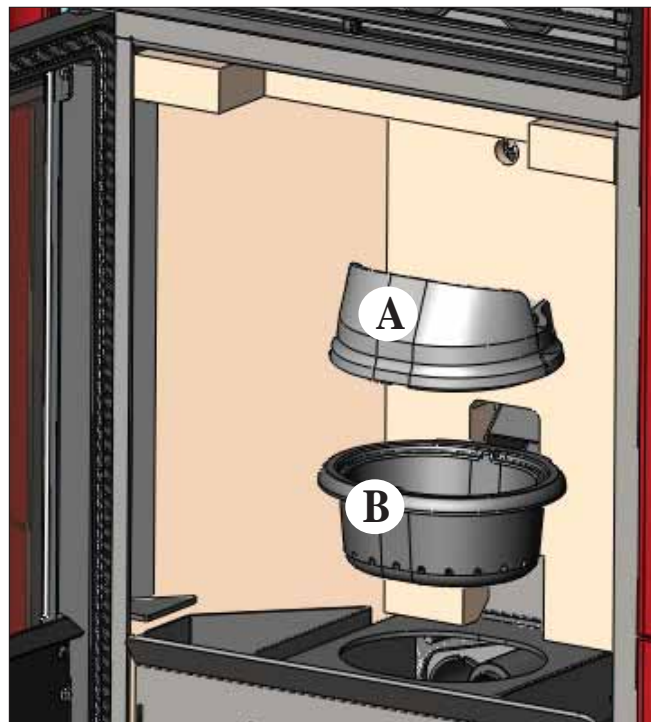
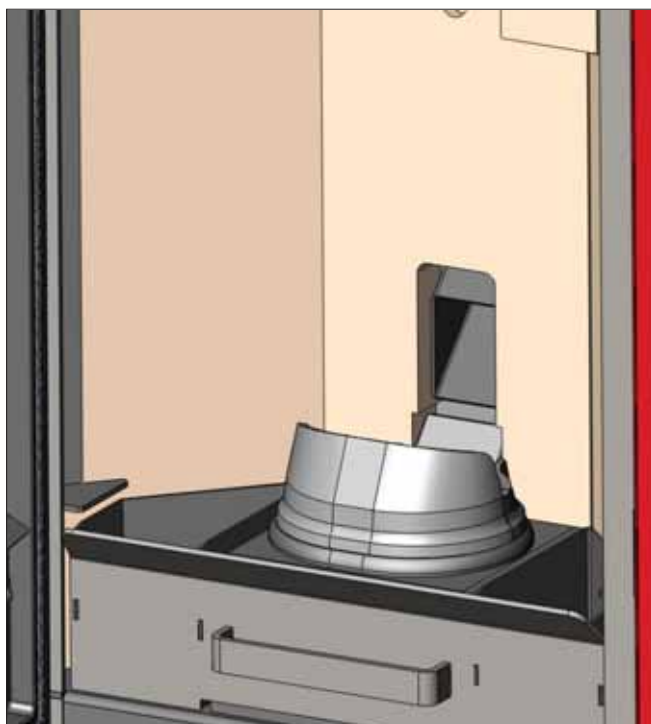

fig. 1
fig. 2
Após a limpeza normal, o acoplamento **INCORRETO** do queimador superior (A) (fig. 1) com o queimador inferior (B) (fig. 1) pode comprometer o funcionamento da salamandra. Assim, antes de ligar a salamandra, assegurar que os queimadores estejam acoplados corretamente tal como indicado na (fig. 2) sem a presença de cinzas ou materiais não queimados no perímetro de contacto.